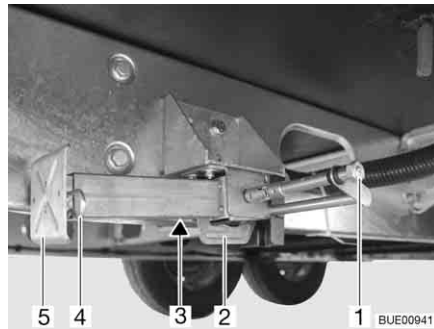

Bild 45 Stödben
- Placera hylsnyckeln på sexkanten (Bild 45,1) och vrid runt den tills stödbenet står rakt neråt.
- När längden på stödbenet kan justeras, dras sprinten (Bild 45,4) ut ur stödbenets förlängning (Bild 45,5).
- Placera hylsnyckeln på sexkanten (Bild 45,1) och vrid runt den tills stödbenet inte längre sitter mot marken.
- Skjut in stödbensförlängningen (Bild 45,5) helt och sätt in sprinten (Bild 45,4) i borrhålet på stödbensförlängningen.
- Vrid sexkanten (Bild 45,1) tills stödbenet svängs uppåt och spåret (Bild 45,2) är helt vid slutet av skåran (Bild 45,3).